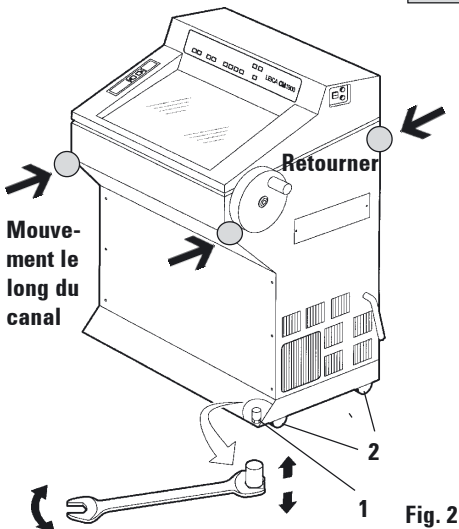

Fig. 2
- Une fois que le cryostat se trouve à son emplacement définitif, dévisser les béquilles (1) avec la clé de 16 mm (voir fig. 2). Les béquilles sont absolument nécessaires pour le bon équilibre de l'appareil.